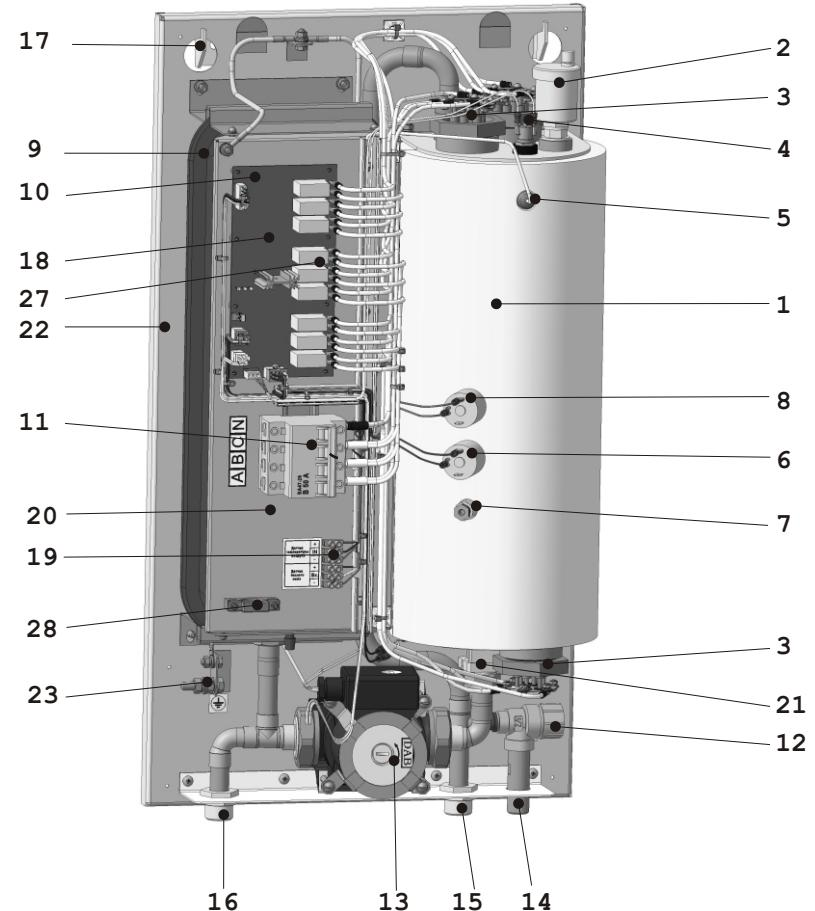

Рис. 1
Установочную панель (22) Рис. 1, на которой смонтированы котел в теплоизоляции (1), циркуляционный насос (13), экспандомат (9), зажим заземления для подключения заземляющего проводника (23) и панель электропитания (20). Котел содержит три блока ТЭНов (3). В верхней крышке котла установлены автоматический воздухоотводчик (2) с дренажной системой, аварийный датчик температуры (4). На корпусе котла расположены рабочий датчик температуры теплоносителя (5), датчики максимального (6) и минимального (8) давления, датчик манометра (7).
4.4 Подключение прибора к системе отопления производится с помощью входного патрубка (16) G 3/4 и выходного патрубка (15) G 3/4. Рис.1. Сброс воды при срабатывании предохранительного клапана осуществляется через дренажный патрубок (14) G1/2, подключаемый к канализации.